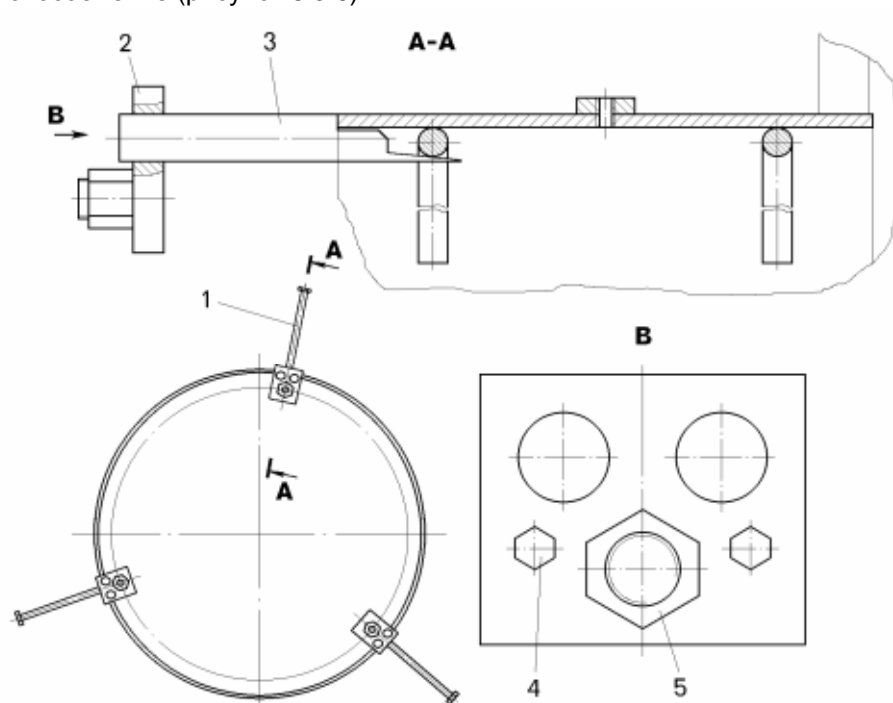

Рисунок 8.3.6 – Приспособление для центровки внутреннего колеса с шиной на ступице при установке задних двоярных колес:
– надеть на ступицу, установленную пазом вниз внутреннее колесо с удлинителем вентиля, распорное кольцо. Для центровки внутреннего колеса с шиной на ступице целесообразно применять специальное приспособление (рисунок 8.3.6).